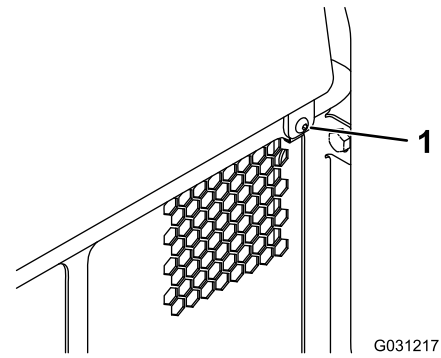

Figura 38
2. Levante el panel de acceso trasero para tener acceso a los componentes internos (Figura 38).
1. Retire la fijación (Figura 38).